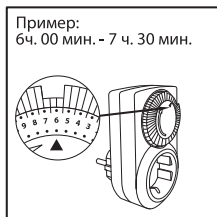

Рисунок 2. Выберите нужную программу
5.4. Вдавите необходимое количество секторов соответственно цифровому обозначению времени, указанному на корпусе. Оборудование, подключенное к таймеру, будет включаться в промежутки времени, отмеченные вдавленными секторами (Рисунок 2 – запрограммировано